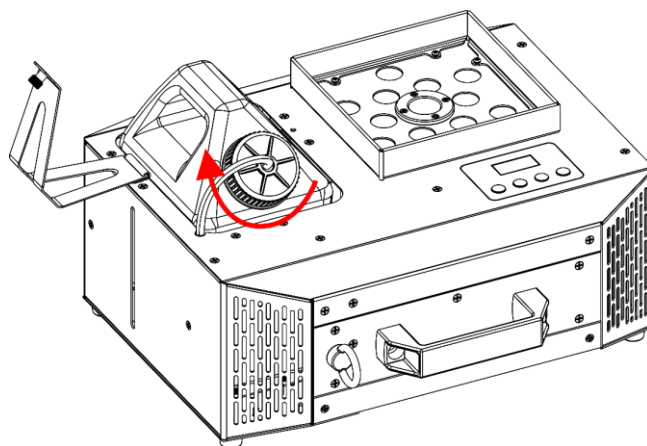

Fig. 35
- 10) Riavvitare il coperchio del serbatoio del liquido, come mostrato nella Fig. 35.